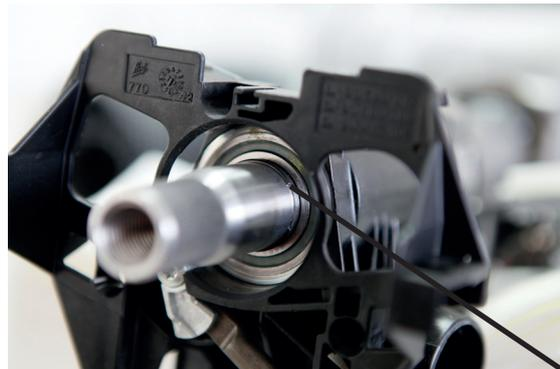

Fig.1
1. Con l'aiuto di un attrezzo idoneo, rimuovere l'anello elastico di fermo superiore per l'albero dello sterzo (Fig.1)